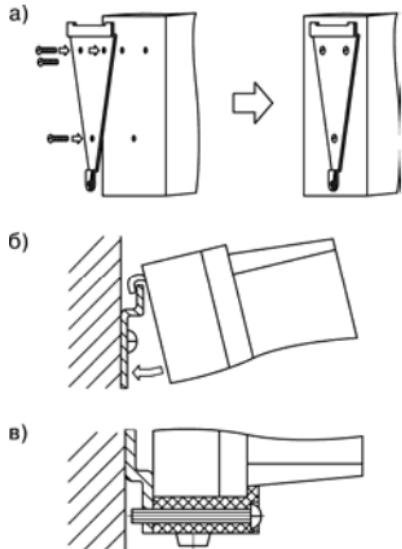

Рисунок 5.1 – Монтаж прибора
- 1 Закрепить кронштейн тремя винтами M4 × 20 на поверхности, предназначенной для установки прибора (см. б) Приложение А и рисунок 5.1, а).
- 2 Зашепить крепежный уголок на задней стенке прибора за верхнюю кромку кронштейна (рисунок 5.1, б)
- 3 Прикрепить прибор к кронштейну винтом M4 × 35 из комплекта поставки (рисунок 5.1, в).